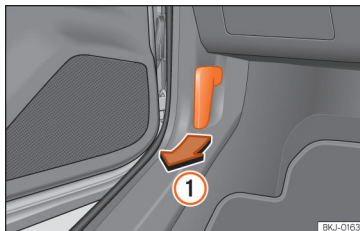

Fig. 189 Alavanca de desbloqueio no espaço para a zona dos pés do condutor.
- Abra a porta e puxe pelo manípulo que existe debaixo do painel de instrumentos »» **Fig. 189 ①**.